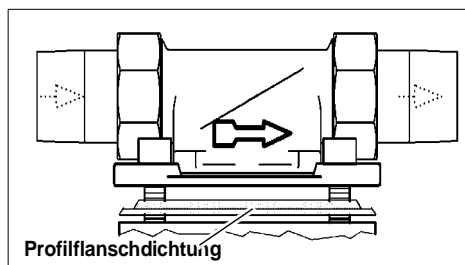

Abb. 4: Einbaudrehflansch
**Der Einbaudrehflansch muss in Fließrichtung installiert werden. Diese ist durch einen eingegossenen Pfeil gekennzeichnet (siehe Abb. 4).**
Das Profil der Profildichtung muss zum Einbaudrehflansch zeigen. Wird dies nicht beachtet, so kann es zu Undichtheiten und zum Austreten von Wasser kommen. Dabei können Wasserschäden an Haus und Einrichtung entstehen (siehe Abb. 4).